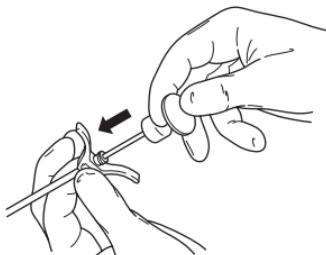

Figura 3 – Iniettare il cemento osseo servendosi dell'otturatore per l'iniezione di cemento
5. Sotto guida fluoroscopica, iniettare il cemento osseo servendosi dell'otturatore per l'iniezione di cemento (Figura 3).